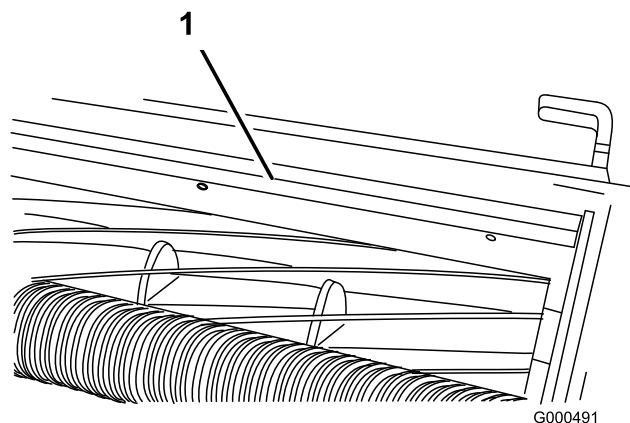

Figura 57
1. Afloje los tornillos que fijan la barra superior (Figura 57) a la unidad de corte.